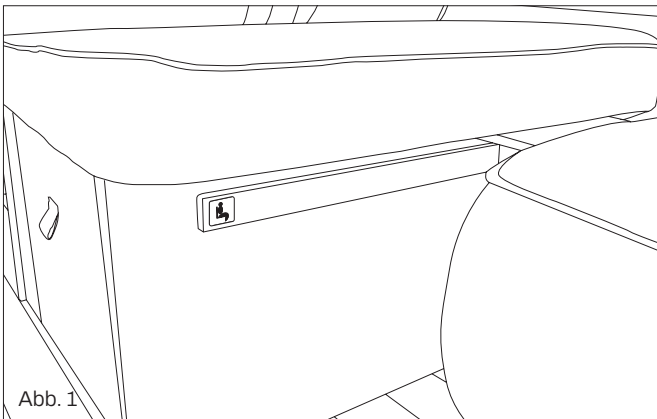

Abb. 1
- Die Fahrgäste müssen während der Fahrt auf den vorgesehenen Sitzplätzen sitzen bleiben. Die zugelassenen Sitzplätze sind in der Zulassungsbescheinigung angegeben und mit dem entsprechenden Etikett gekennzeichnet (siehe Abb. 1)